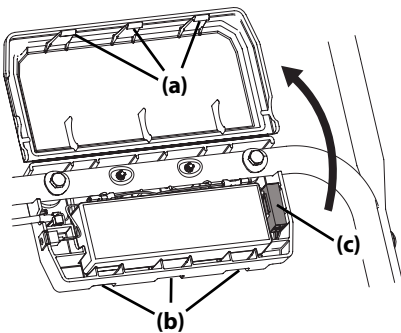

Figura 6-9
- Suelte las tres lengüetas de traba (a) de las ranuras (b) y abra la caja de la batería. Consulte la Figura 6-9.